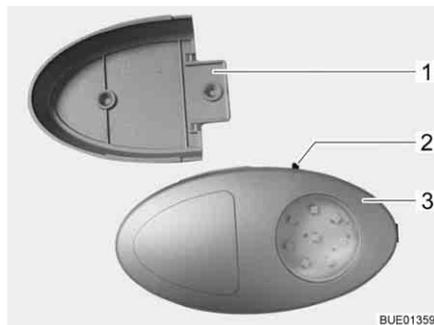

Fig. 48 Luce armadio guardaroba
- ▷ È possibile estrarre la luce armadio guardaroba dal supporto a vite (Fig. 48,1) e utilizzarla come torcia elettrica.
L'interruttore di accensione/spegnimento (Fig. 48,2) è montato direttamente sulla luce armadio guardaroba (Fig. 48,3).